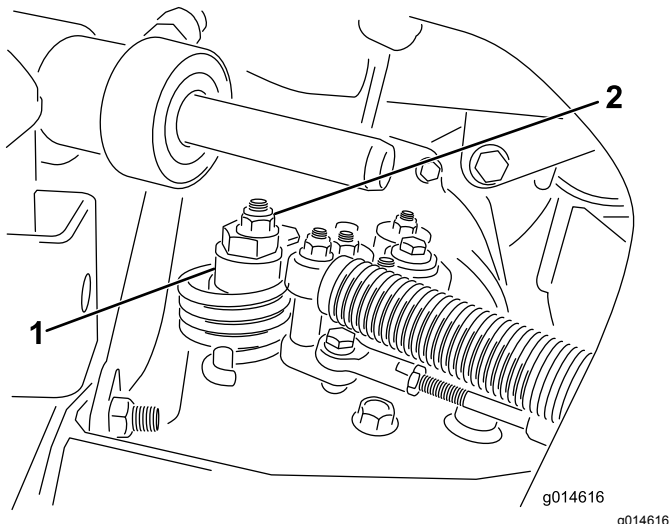

Figura 33
- A. Allentate il dado che fissa l'eccentrico alla parte superiore dell'igrostatato (Figura 33).
- C. Fate girare l'eccentrico finché non riscontrate movimenti in alcuna direzione. Quando la ruota cessa di girare, serrate il dado di bloccaggio dell'eccentrico per mantenere la messa a punto (Figura 33). Verificate la regolazione portando l'acceleratore in posizione di MINIMA e MASSIMA.